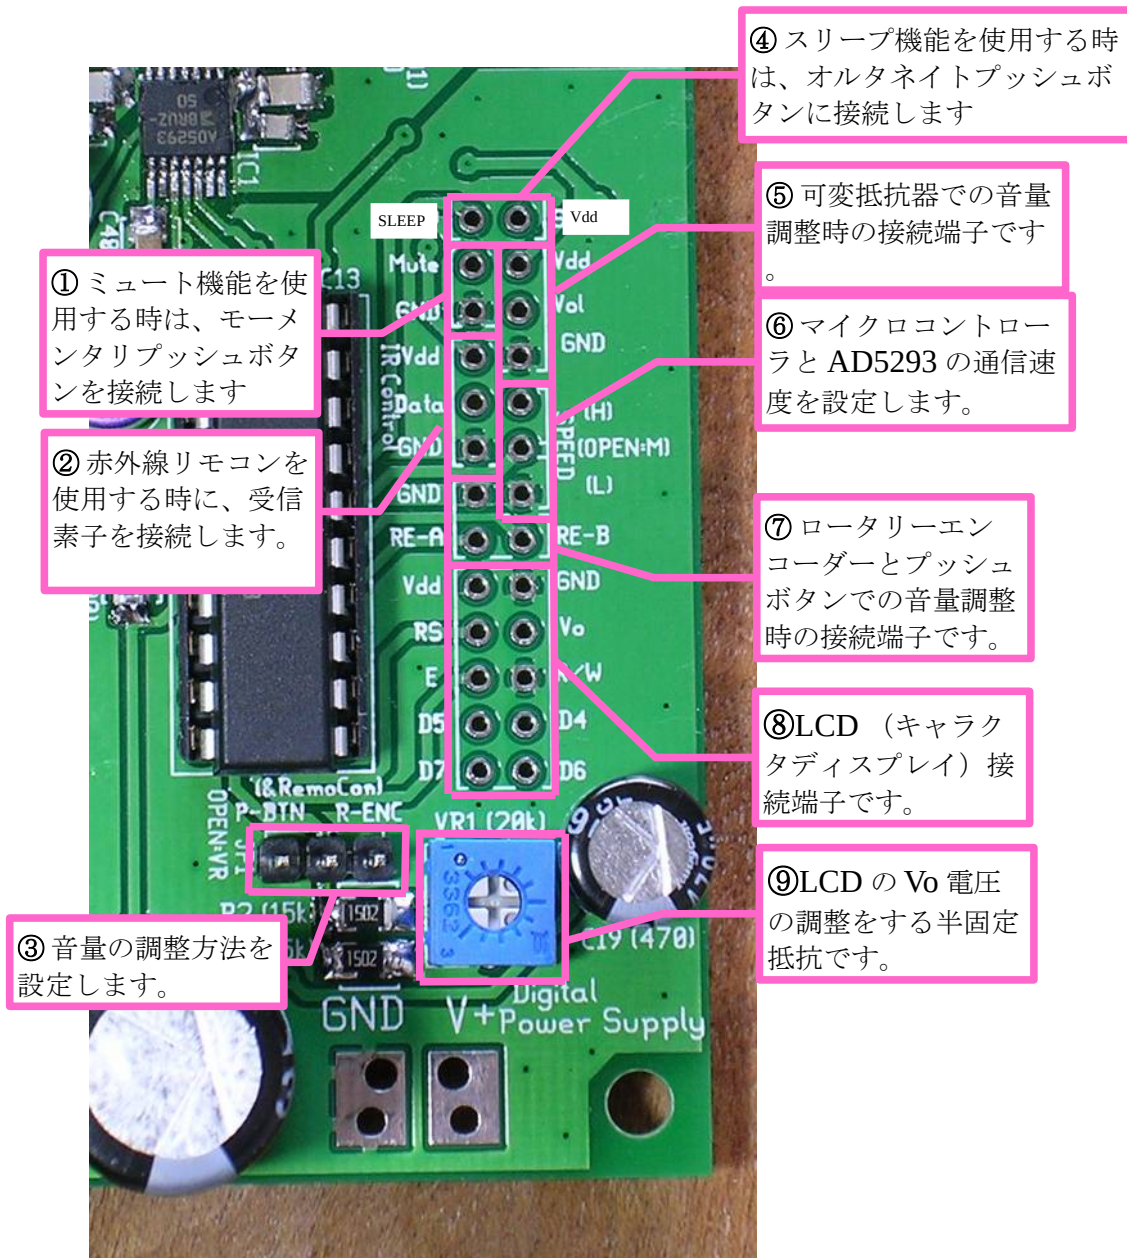

図5 各種設定と接続端子
本基板の動作を決める設定端子と、制御を行うための入出力端子を図5に示します。
マイクロコントローラ・AD5293間の通信を行うスピードを3段階で設定することが可能です。図5の⑥の部分で、H：高速・開放：中速、L：低速に設定します。付属しているピンヘッダーとジャンパーピンをご使用下さい。
音量調整方法には3種類あります。図5の③のピンヘッダーで設定します。開放が可変抵抗器による操作、R-ENCがロータリーエンコーダーによる操作、P-BTNが押しボタンの操作です。R-ENCかP-BTNに設定すると、赤外線リモコンによる操作も可能になります。